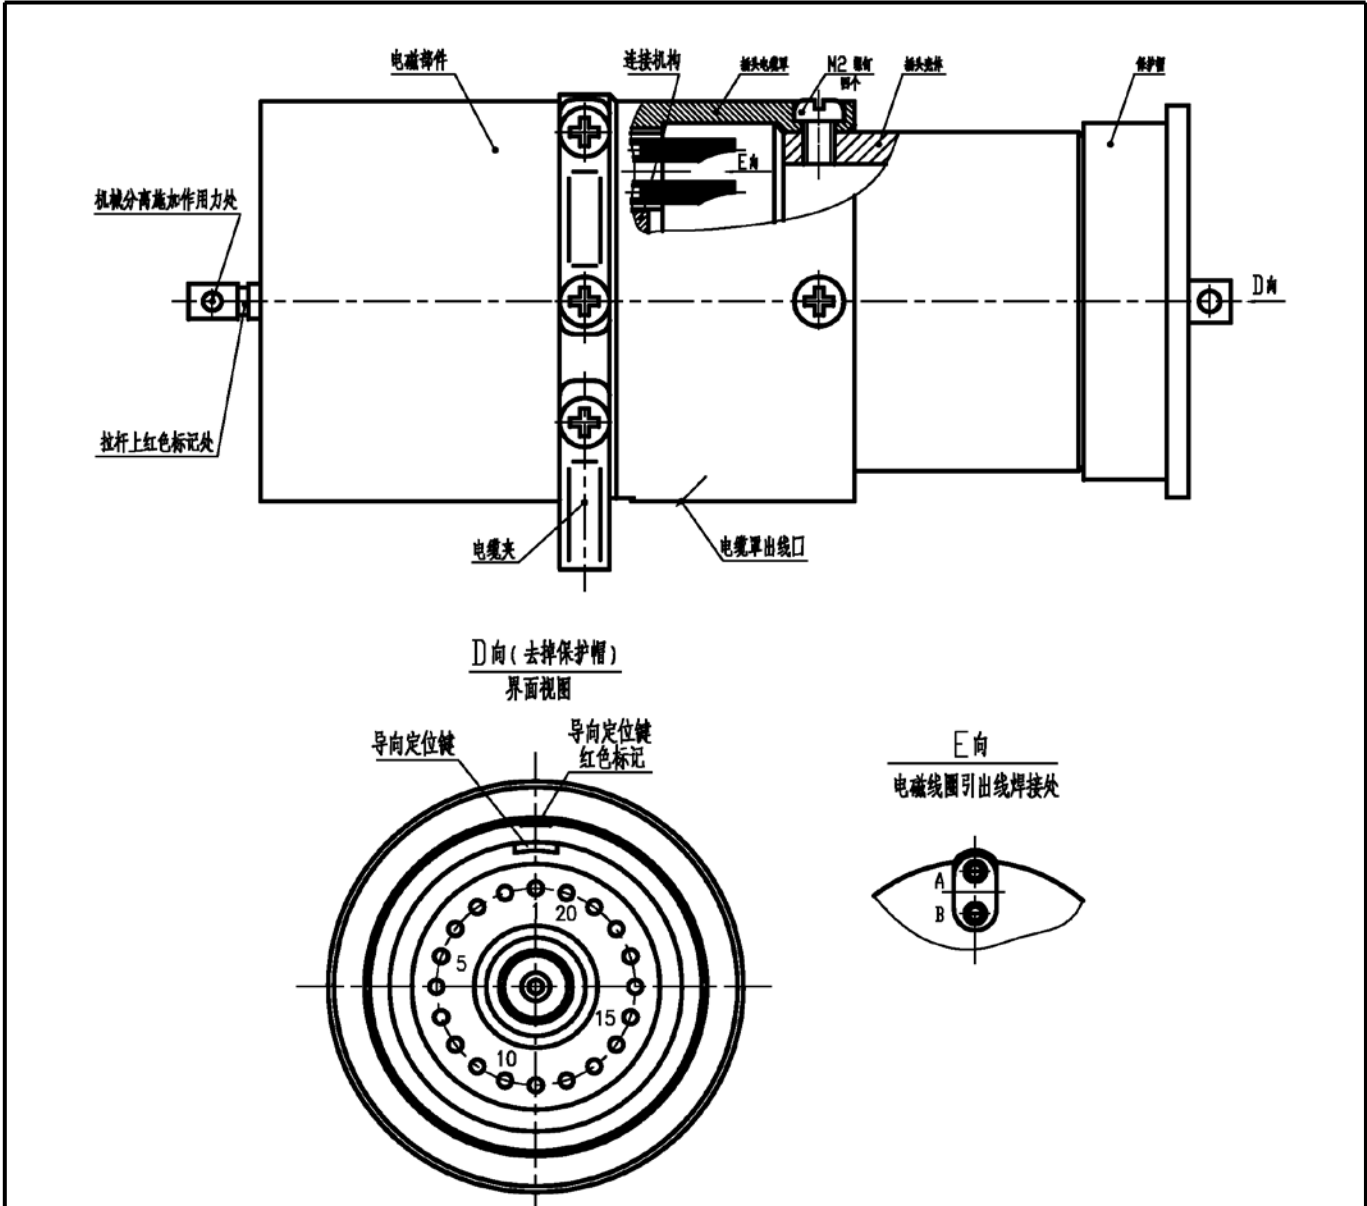

图 4 插头结构示意图
- a. 按图 4 所示将固定电缆罩与壳体的 4 个 M2 螺钉依次对角取下，然后分开插头电缆罩与插头壳体部分；用压缩空气吹去表面灰尘，用蘸着无水乙醇的绸布擦拭接触体焊线端及电磁线圈引线端，吹干、上锡。